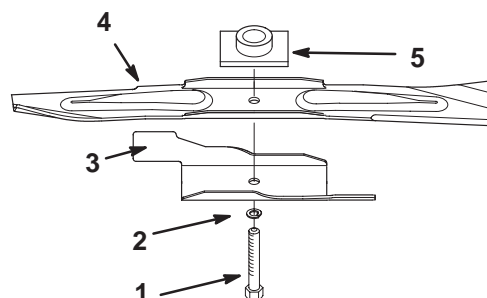

Figure 20
- Enlevez le boulon de lame, la rondelle-frein, l'accélérateur et la lame (Fig. 20).